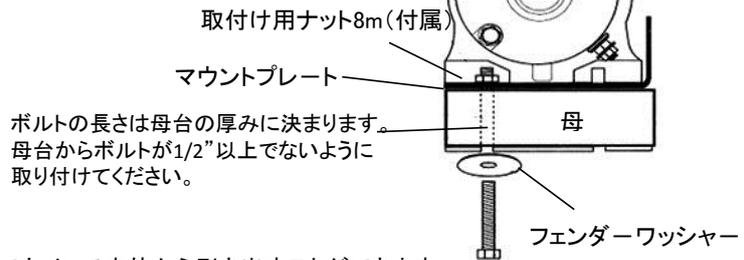

図 8
2. 取付具はウインチの牽引力(1814kg)に耐え、表面が平坦なものを使用してください。付属の取付ボルトは厚さが6mmの母台に適した長さのものです。ボルトはM8強度8.8、以上のもののみご使用ください。トレーラーに取り付けるときは適切なものを別途用意下さい。木や薄い金属への取付け時はフェンダーワッシャーを取り付けてください。(図8)